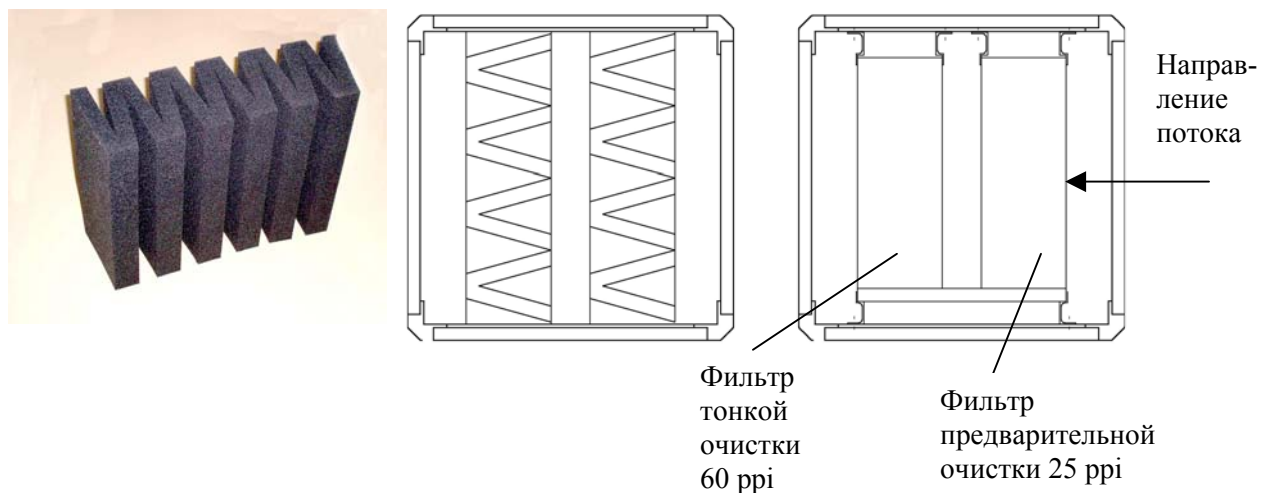

Рис. 3.23. Фильтр предварительной очистки для угольного фильтра
- 1) два фильтра из губчатого пенополиуретана с характеристиками 25 ppi и 60 ppi (ppi – points per inch – точек на дюйм) – для типоразмеров до 08Q (рис. 3.23; табл. 3.15). Регенерация таких фильтров производится путем их промывки;